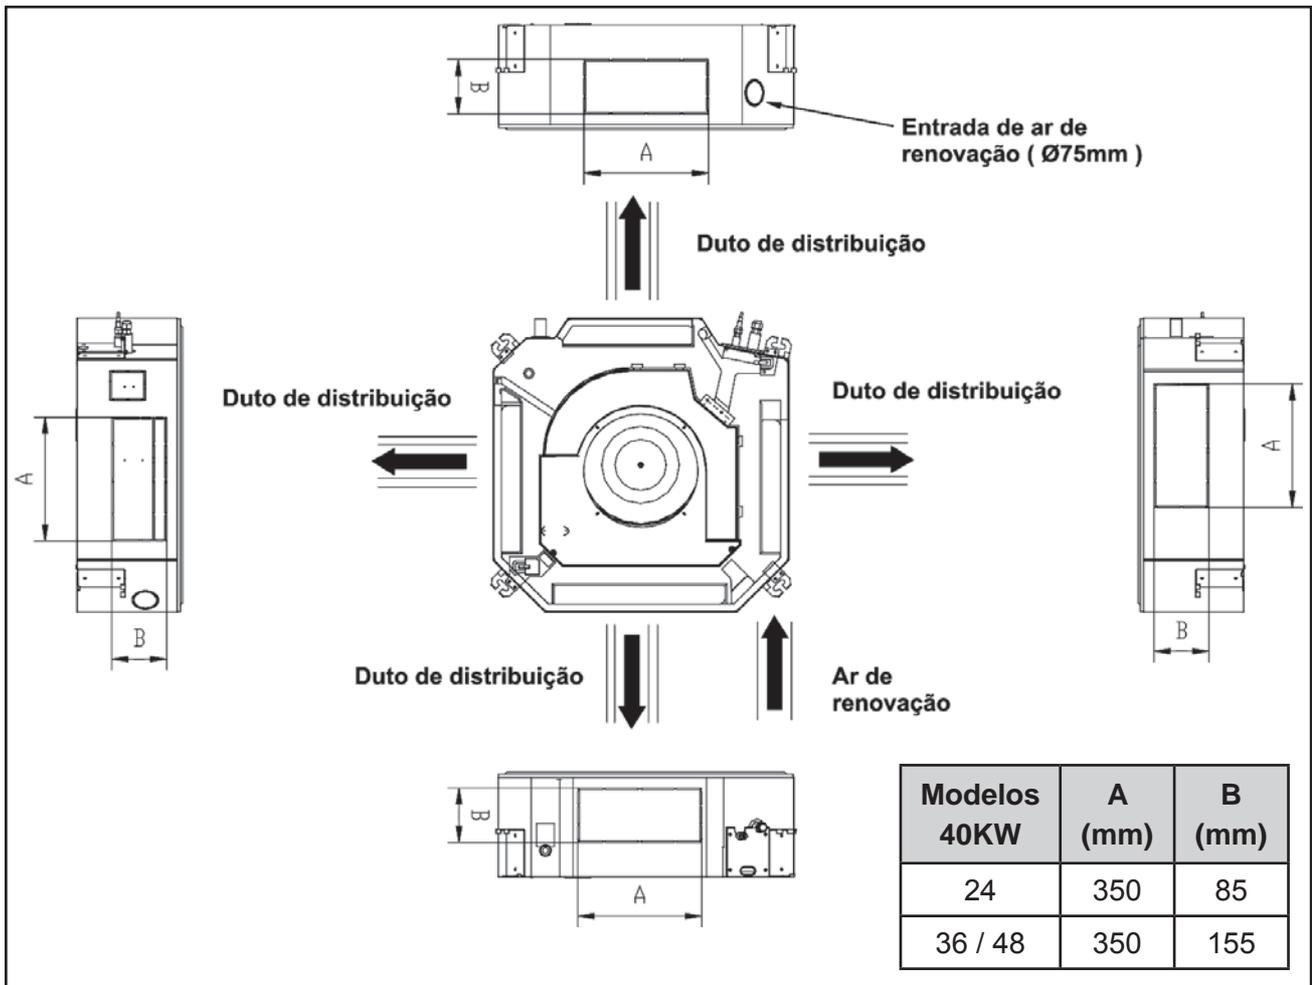

FIGURA 41
- O ar refrigerado pode ser distribuído por meio de um duto de distribuição. As tampas laterais permitem a ligação de um duto para renovação do ar ambiente e outro para distribuição de ar em uma sala adjacente, ver figura 41 a seguir.